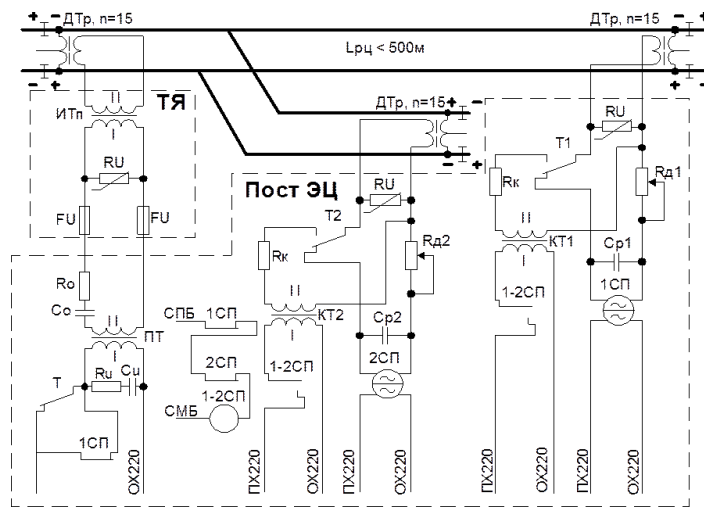

Рисунок 3 – Схема релейсовой цепи
1. Дана схема релейсовой цепи (Рис. 3). Определить её тип в зависимости от вида релейсовой линии;